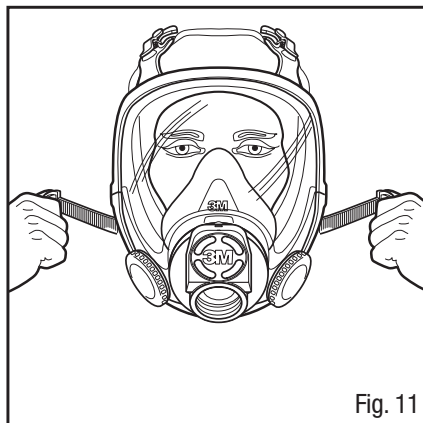

Fig. 11
2. Tirer les extrémités des quatre courroies pour régler l'ajustement, en commençant avec les courroies de cou puis continuer avec les courroies frontales. Ne pas trop serrer les courroies (Fig. 11).